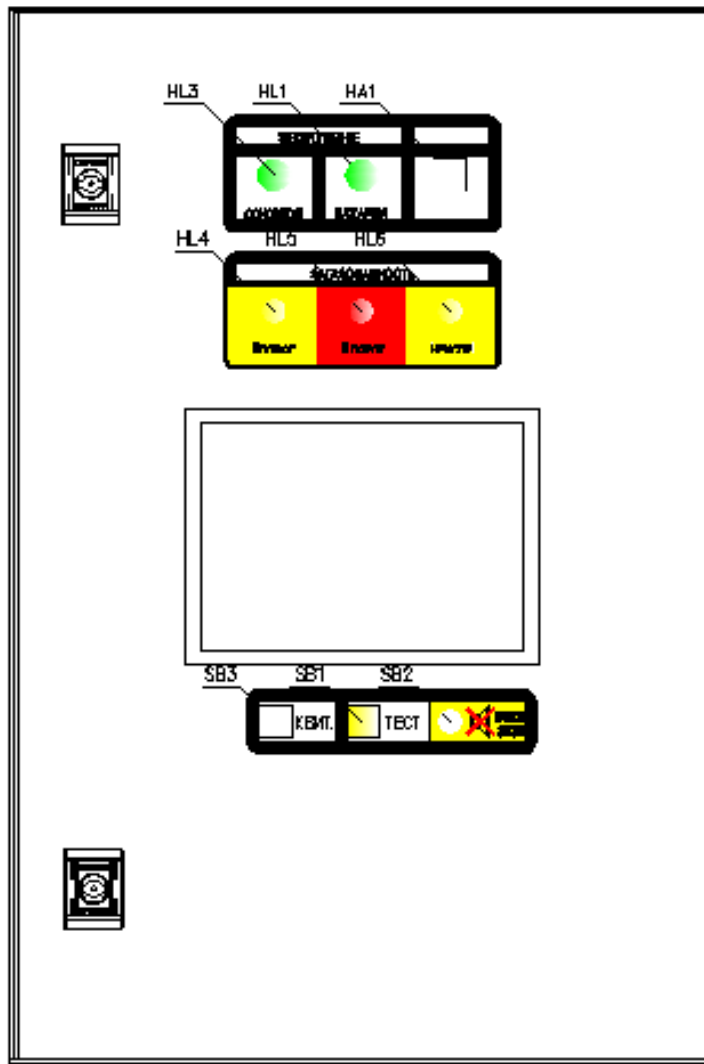

Рисунок 1
- 3.7. Общий вид органов управления и индикации щита – см. Рисунок 1.